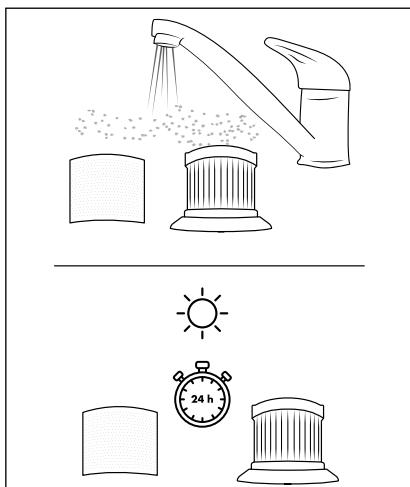

Abb. 13
- 4) Spülen Sie den EPA-Filter **5** und den EdelstahlfILTER **6** unter kaltem oder lauwarmem Wasser aus. Lassen Sie den EPA-Filter **5** und den EdelstahlfILTER **6** vollständig an der Luft trocknen, bevor Sie sie wieder in den Staubbehälter **2** einsetzen (siehe Abb. 13).